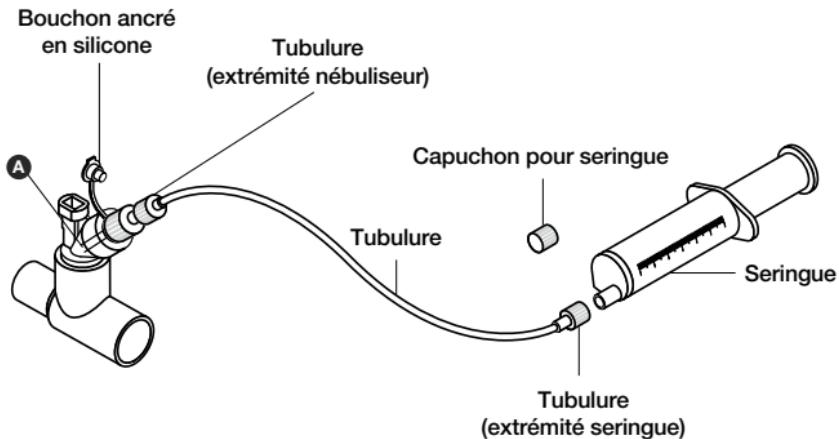

Figure 5. Kit de tubulure de nébulisation continue
7. Insérer la seringue remplie de médicament dans la pompe à perfusion par seringue (la pompe n'est pas illustrée dans la figure 5).